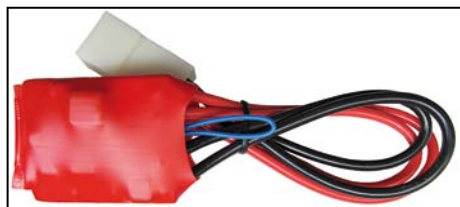

Рисунок 1. Регулятор пуска вентилятора РПВ-2
4.1 Регулятор рис. 1 представляет собой электронное устройство состоящее из управляющего микроконтроллера и цепи регулирования нагрузки. Микроконтроллер по заданной программе плавно включает нагрузку.